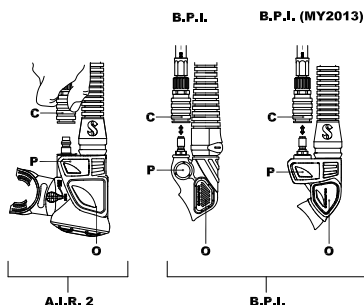

fig. 6
### 7.3 Système de lest Monorail (fig. 6) (propriétaire) (sur certains modèles : voir caractéristiques)
La soupape d'inflation vous permet de gonfler votre gilet stabilisateur en utilisant l'air de votre bouteille de plongée. Le flexible basse pression, vissé sur un port basse pression du premier étage du détendeur, est raccordé à la soupape d'inflation par le raccord de largage rapide, qui fonctionne que l'air arrive ou pas. Fixation du raccord de largage rapide (fig. 6-C) :
Pour gonfler le gilet stabilisateur, appuyez sur le bouton de la soupape d'inflation (fig. 6-P). L'air doit entrer dans le gilet. Pour un meilleur contrôle de l'inflation, procédez par à-coups, en appuyant puis relâchant le bouton de façon répétée.
2. Avec le même souffle, continuez de souffler tout en appuyant fortement sur le bouton de la soupape d'inflation buccale (fig. 6-O).